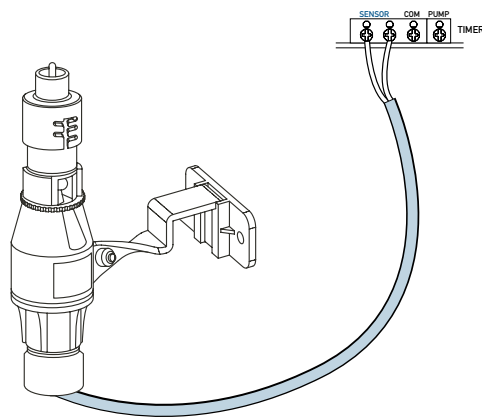

Figura A1: Connessione del sensore pioggia
- Collegare i fili del sensore pioggia al morsetto etichettato "Sensor" (di colore beige) [Vedi figura A1]